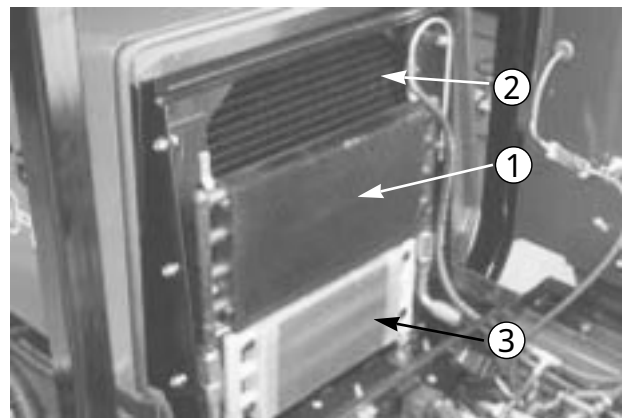

図 54
3. オイル・クーラー (図54) を少し持ち上げて前に傾け、オイル・クーラー、ラジエターの両側を水か圧縮空気でていねいに清掃する。